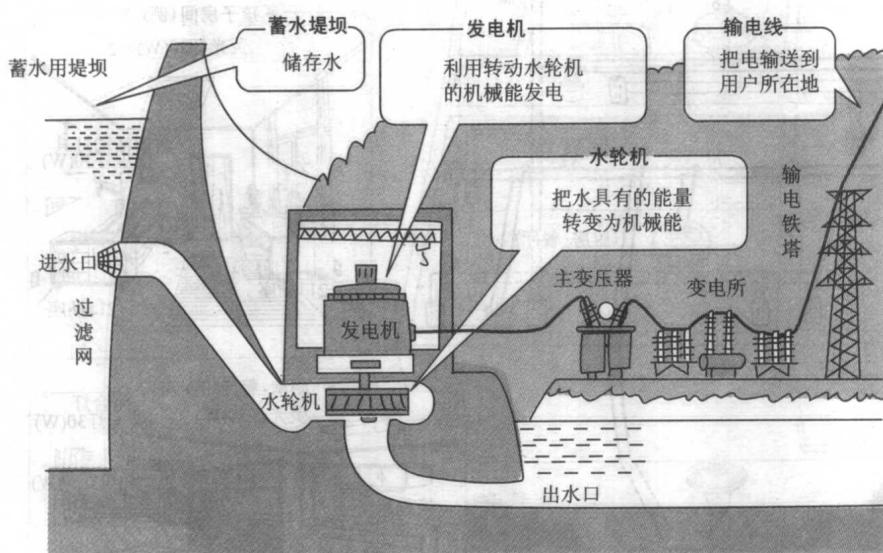

图 1 水力发电站(堤坝式)
**水力发电原理** 水力发电的原理如图 1 所示, 将位于高处的水引入低处时产生的势能转变为动能, 然后利用动能转动水轮机, 水轮机再转动发电机把动能转变为电能。